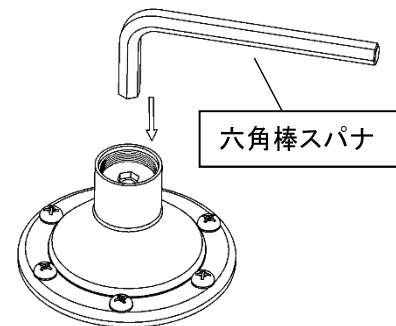

図 12
- (2) 六角棒スパナ(呼び8)を調節ねじ⑮に差し込んで(図12)、調節ねじを左(反時計回り)に回して調節ねじを緩め、調節ばね⑭を無荷重(フリー)の状態にします。